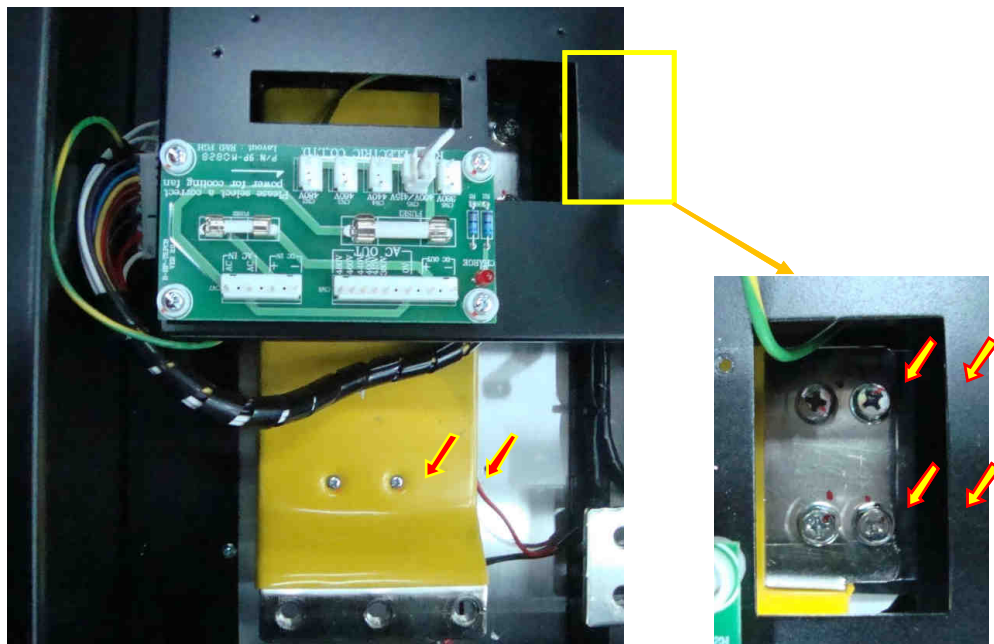

Рис. 7.23.
7.11.3.6. Присоединить силовую переключку цепи «+» к соответствующим контактным площадкам шины «+» внутри блока конденсаторов (4 винта, желтые стрелки) и к изолятору (2 винта, красные стрелки), винты затянуть (рис. 7.23).